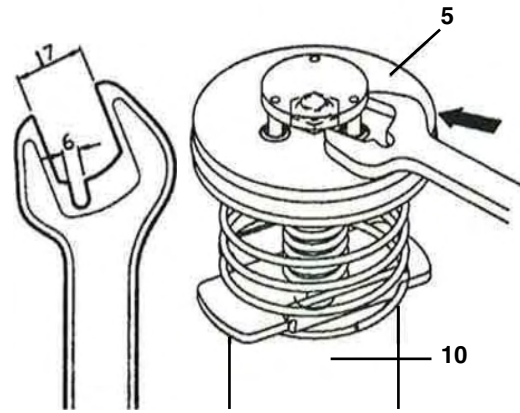

Fig. 9
4. Use a prepared 17mm wrench (see fig. 9) to disassemble the inverting set (5).
4. Desenroscar el con junto inversor (5) con una llave fija de 17mm preparada (Fig. 9).
4. Utiliser une clé de 17 mm adaptée (voir Fig. 9) pour déposer l'inverseur (5).